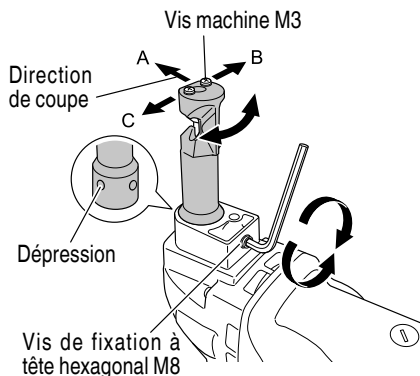

Fig. 8
- (1) La direction de coupe de cette machine peut être tournée par incréments de 90° dans 3 directions (A, B et C) (voir Fig. 8) en desserrant la vis de fixation à tête hexagonale M8 du support du moule. Régler la direction de coupe dans la direction B ou C pour couper des plaques trapézoïdales. Après cela, resserrer fermement les vis de fixation à tête hexagonale M8.
- (1) Remplacement de la perforatrice
- (a) Desserer la vis de fixation à tête hexagonale M8 du support de moule (voir Fig. 8) et enlever le support de moule.